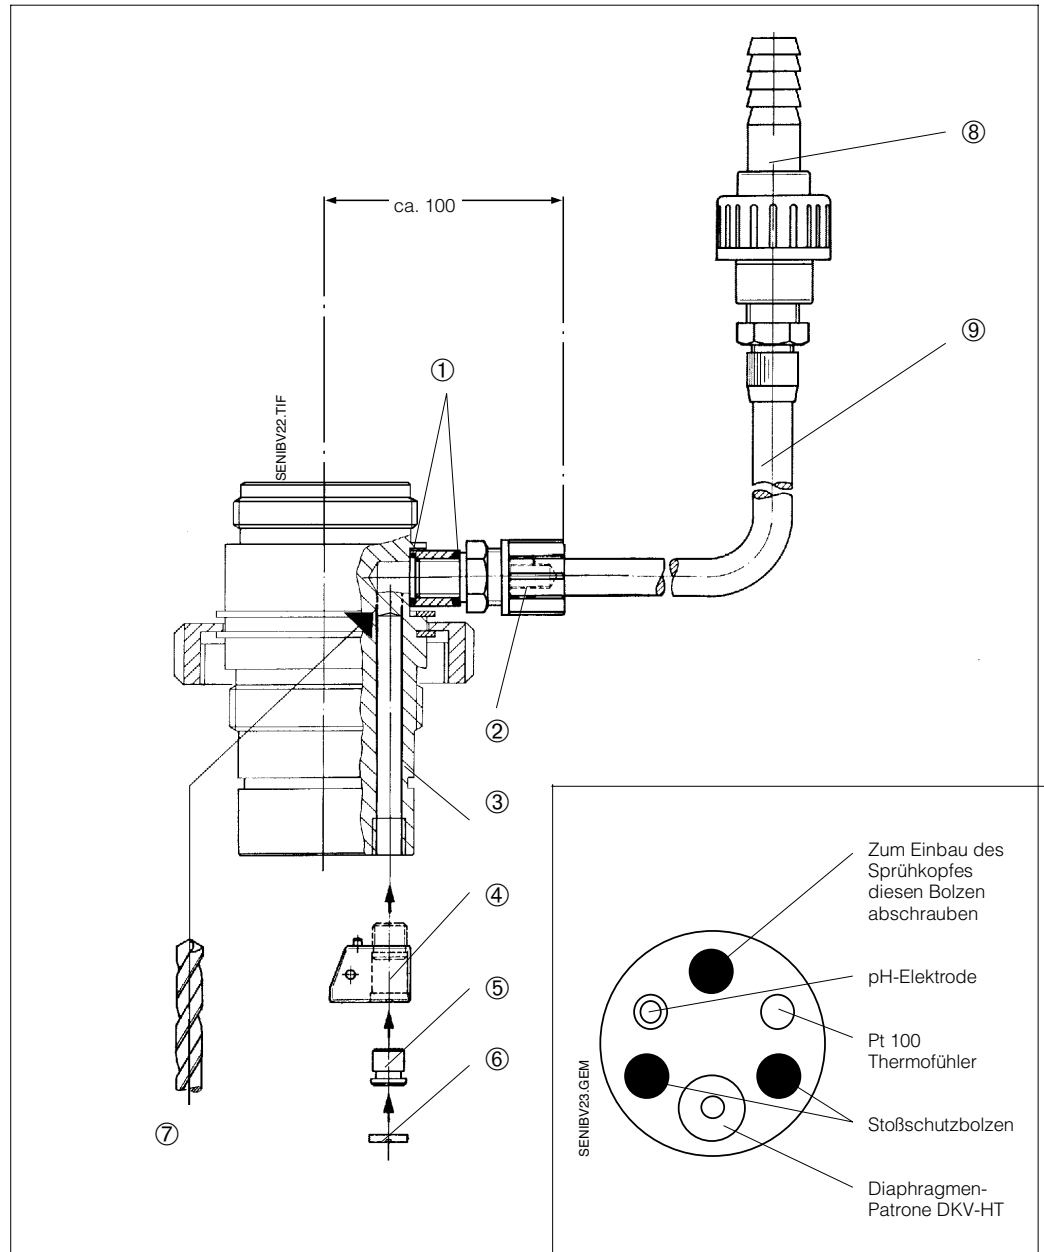

Bild 23: Einbauplatz CPR 3 (rechts)
- Abschrauben des Stoßschutzbolzens (Bild 23)